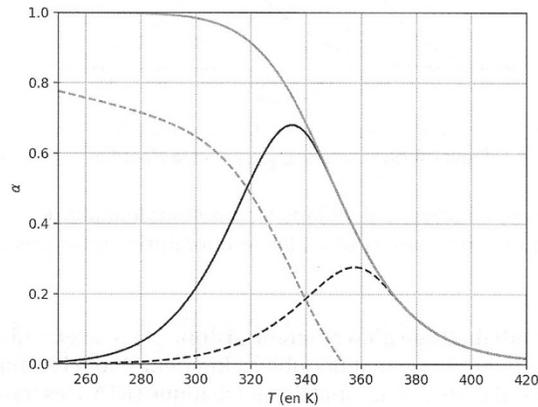

Figure 4.21. Courbe de progression optimale de température $\alpha_{ad}(T)$.
18. La courbe $\alpha_{ad}(T)$ a été représentée à la figure 4.21, superposée aux courbes précédentes. Commenter la position de cette courbe et déterminer la température pour laquelle $\alpha_{ad} = 0$.